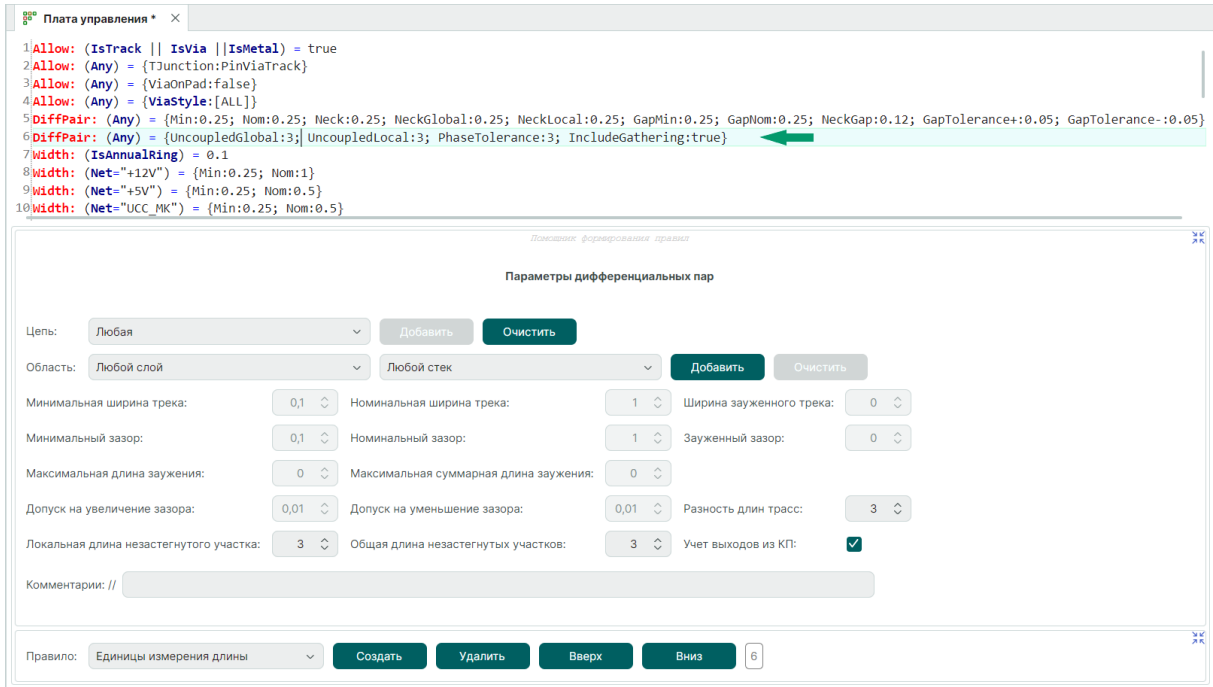

Рис. 15 Вид формы при выделении правила, которое доступно к редактированию
- При условии, что значения предикатов соответствуют установленным по умолчанию, «Помощник формирования правил» позволяет редактировать значение предиката (предикатов) и значения параметров, уже заданных в строке правил. Поля параметров, которые отсутствуют в редактируемом правиле также не активны, см. Рис. 15.